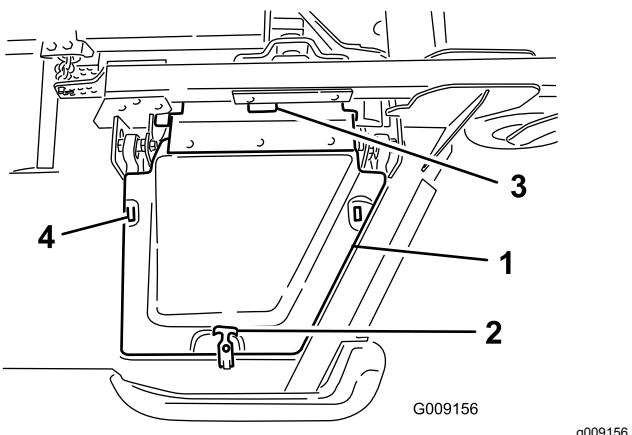

Figure 6
8. Posez le couvercle de l'ailette et fixez-le en position avec le verrou en caoutchouc (Figure 6).